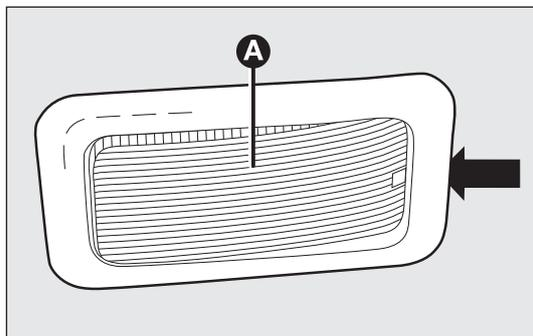

fig. 160
- con el destornillador suministrado, extraiga la lámpara interior A-fig. 160 accionando en el punto indicado por la flecha;